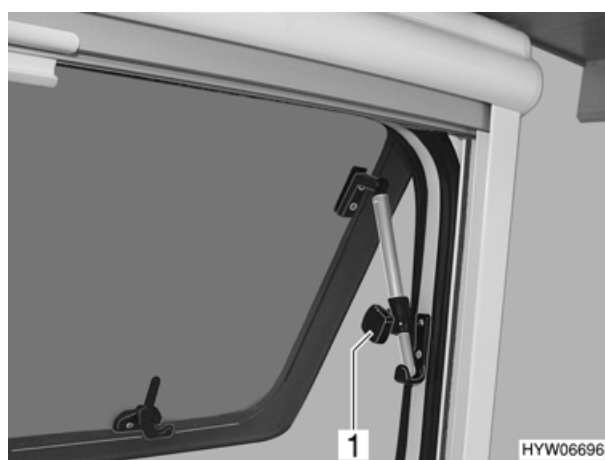

Fig. 19 Finestra apribile, guarnizione di bloccaggio
- Aprire la finestra apribile fino alla posizione desiderata e fissarla mediante il pomello zigrinato (Fig. 19,1).
- Girare il pomello zigrinato (Fig. 19,1) fino a che l'arresto viene sbloccato.